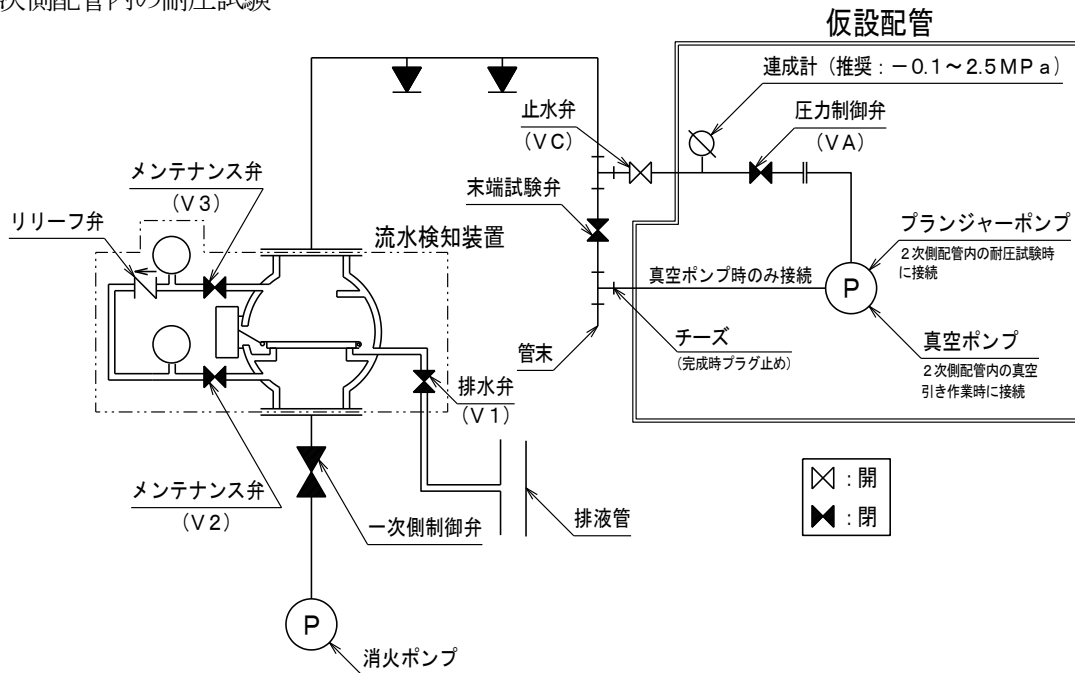

図 10. 耐圧試験および真空引き作業前の系統図
①末端試験弁周りに仮設配管を設置してください。(図 10 参照)
②付属弁類の開閉状態を下表 (図 10) の状態にしてください。
①プランジャーポンプを外し、真空ポンプを接続してください。（図 10 参照）
②付属弁類の開閉状態を下表（図 10）の状態にしてください。